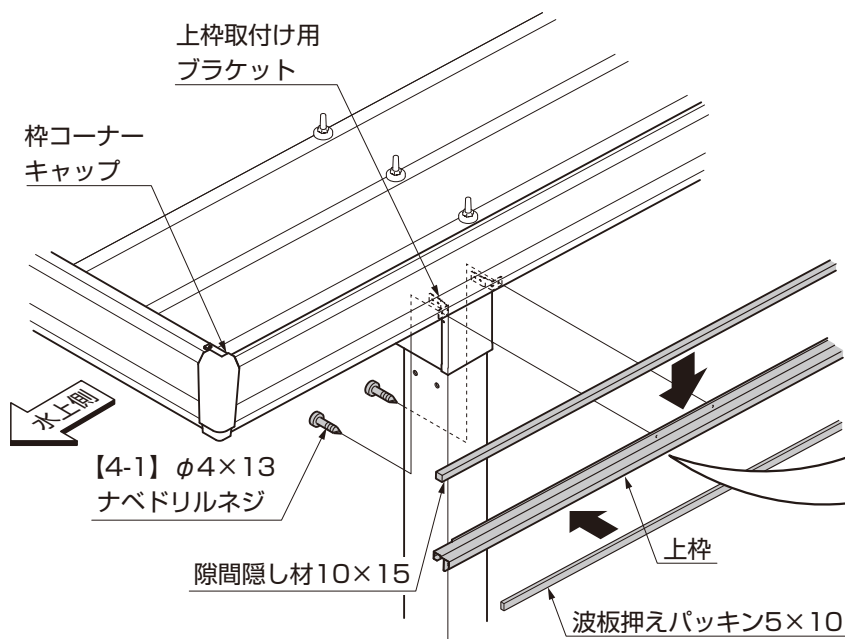

図5-1
- ①隙間隠し材10×15と波板押えパッキン5×10を上枠に取付けてください。(図5-1 参照)
- ②上枠をカーポート本体の枠コーナーキャップの下端に合わせて上枠取付け用ブラケットに【4-1】で取付けてください。(図5-1 参照)